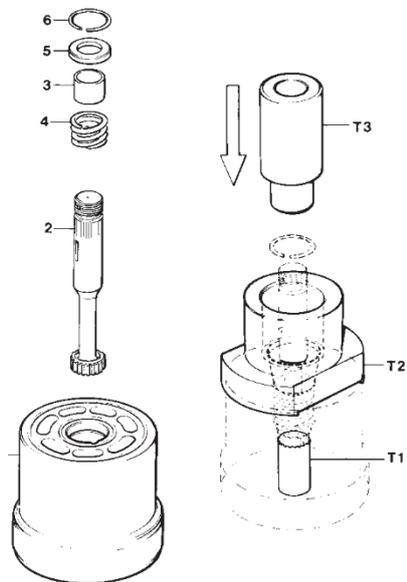

Рис. 2
См. рис. 2. Установить блок цилиндров (1) в тиски широким концом вниз и вставить инструмент Т-1 в отверстие для шлицевого вала в блоке цилиндров.